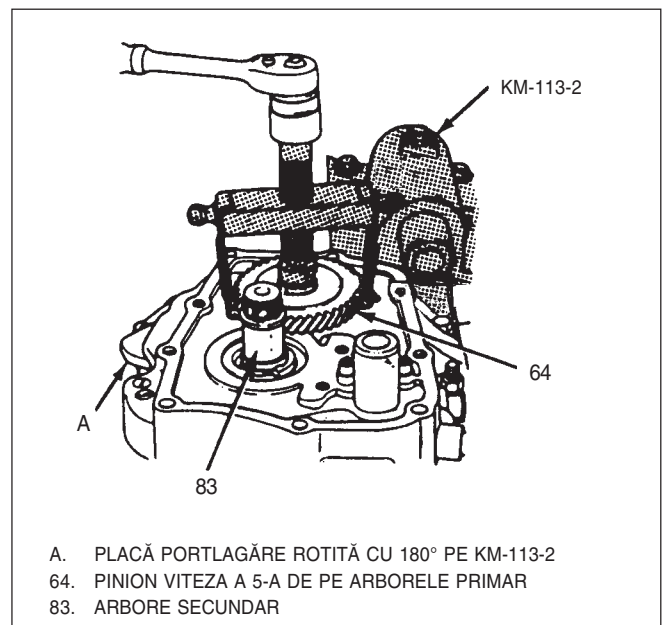
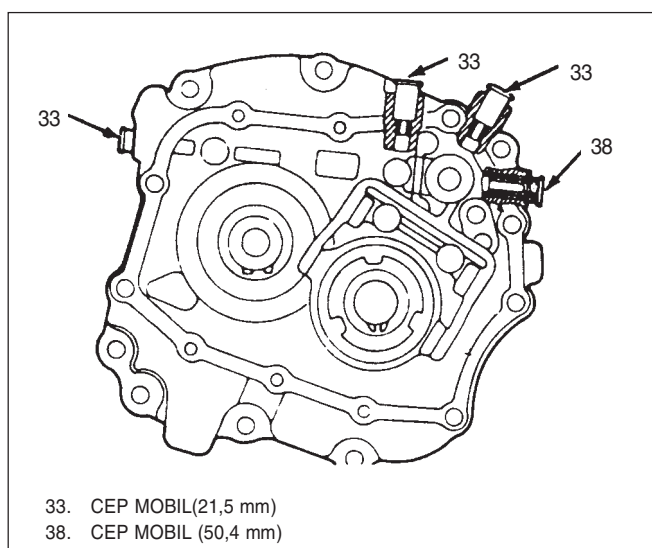

Fig. 12 Demontare pinion viteza a 5-a de pe arborele primar
Fig. 14 Cepurile mobile
- 12) Siguranță(63) și pinion viteza a 5-a de pe arborele primar (70), cu KM-553A, Fig 12.
- Se poziționează capătul arborelui primar(70) pe suport înaintea montării extractorului.
- 13) Șuruburi(41) și element de prindere tijă interblocare (46).
- 14) Patru cepuri(33și38), cu disp KM457A și KM-J-7004, Fig 14 și 15.